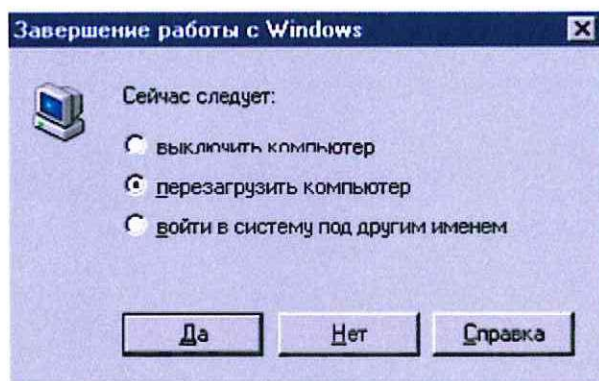

Рисунок 2. Перезагрузка системного блока АРМ ШН.
7.2.1 Перезагрузить системный блок АРМ ШН (Рисунок 2).